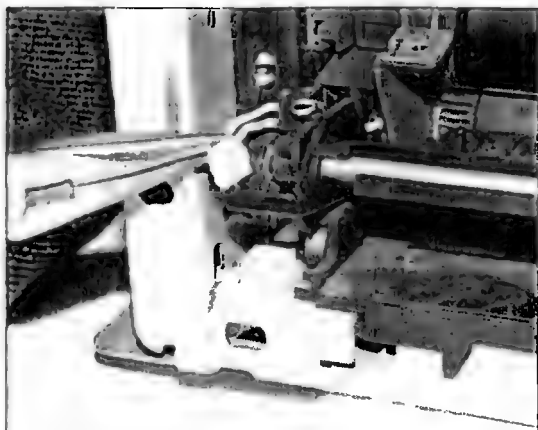

Рис. 5.18
13. Снимают соединитель термодатчика (рис. 5.18). Соединитель расположен в левой части узла печки и крепится защелкой.